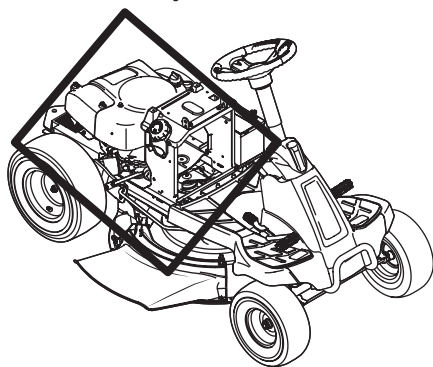

Figure 22
- Nettoyez le dessous du capot et le collecteur d'échappement, le pourtour des fusibles, le câblage électrique ainsi que les faisceaux, le tuyau et le pare-chaud du silencieux, les grilles d'entrée d'air du moteur et les ailettes de refroidissement, entre autres. Voir la Figure 22.